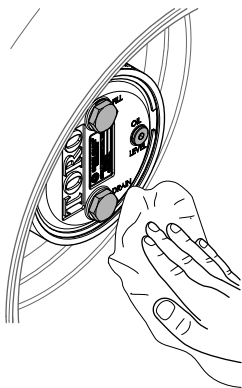

Bild 109
3. Wischen Sie das Gehäuse des Planetengetriebes und der Bremse ab (Bild 109).